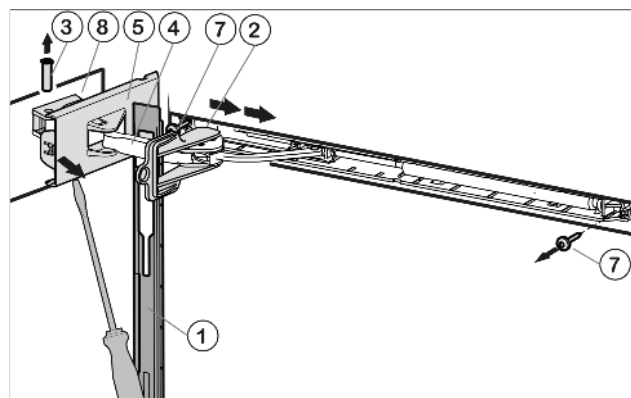

Fig. 5
- ▶ Schuif de afdekplaat naar voren, over de demperbeugel Fig. 5 (4) in de richting van het apparaat.
- ▶ Beveiliging Fig. 5 (2) in het langsgat vastklikken.
- ▶ De afdekking Fig. 5 (5) aan de scharnierzijde met een schroevendraaier losmaken tot het eerste punt waar deze vastgeklikt zit.
- ▶ Bout Fig. 5 (3) van onderaf uitdrukken.
- ▶ Demperbeugel Fig. 5 (4) in de richting van de deur drukken.
- ▶ De afdekking Fig. 5 (5) aan de scharnierzijde volledig losmaken en afnemen.
- ▶ Afdekplaat Fig. 5 (1) afnemen.
- ▶ Sluitdemper-eenheid losschroeven (2 maal Torx® 15) Fig. 5 (7).
- ▶ Lagerdeel *Fig. 5 (8)* afschroeven en 180° gedraaid op de tegenoverliggende zijde omzetten. Steek de schroefgaten indien nodig voor of gebruik de accuschroevendraaier.